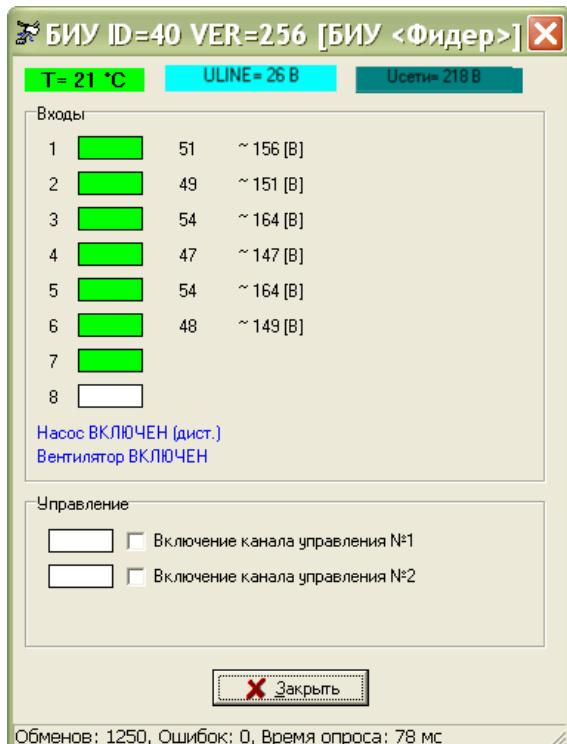

Рисунок 21
10) Проверить отображение зеленым цветом наличие входных сигналов 1 – 6 в поле «Входы» (рисунок 21).